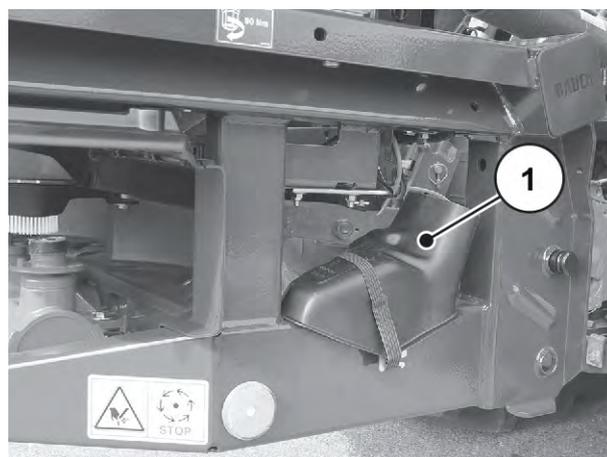

図 33: キャリブレーションテストシュートの位置
- キャリブレーションテストシュートを準備します参照: 図 33 キャリブレーションテストシュートの位置